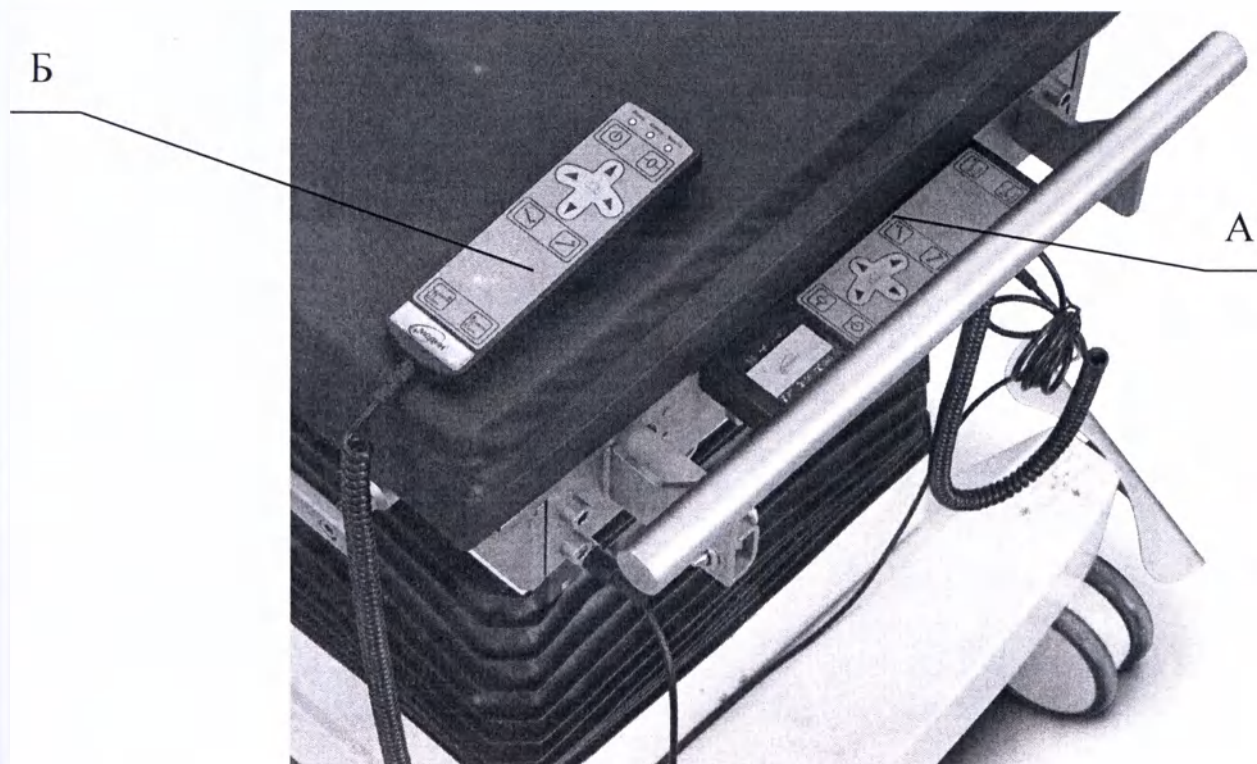

Рисунок 3. Органы управления:
9.5 Снимите защитный упаковочный чехол со жгута пультов управления и джойстика (Рисунок 3).